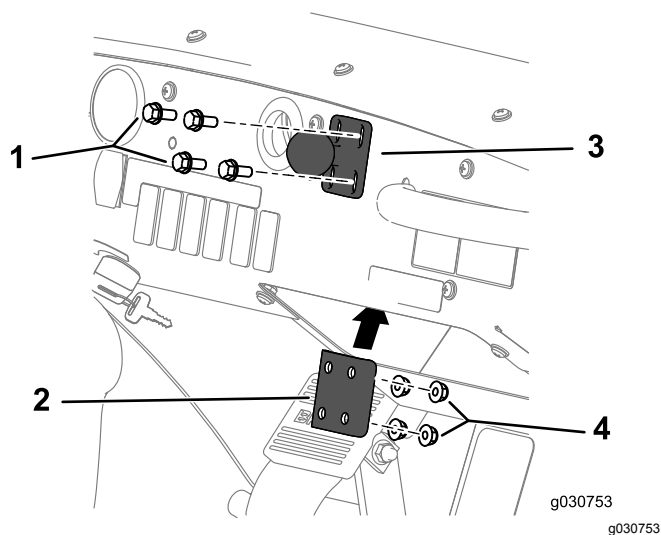

Figura 152
1. Monte a montagem articulada esférica no painel com os 4 parafusos (1/4 x 1-1/2 pol.), a placa de rigidez e a porca de bloqueio flangeada (1/4 pol.), conforme mostrado na Figura 152.